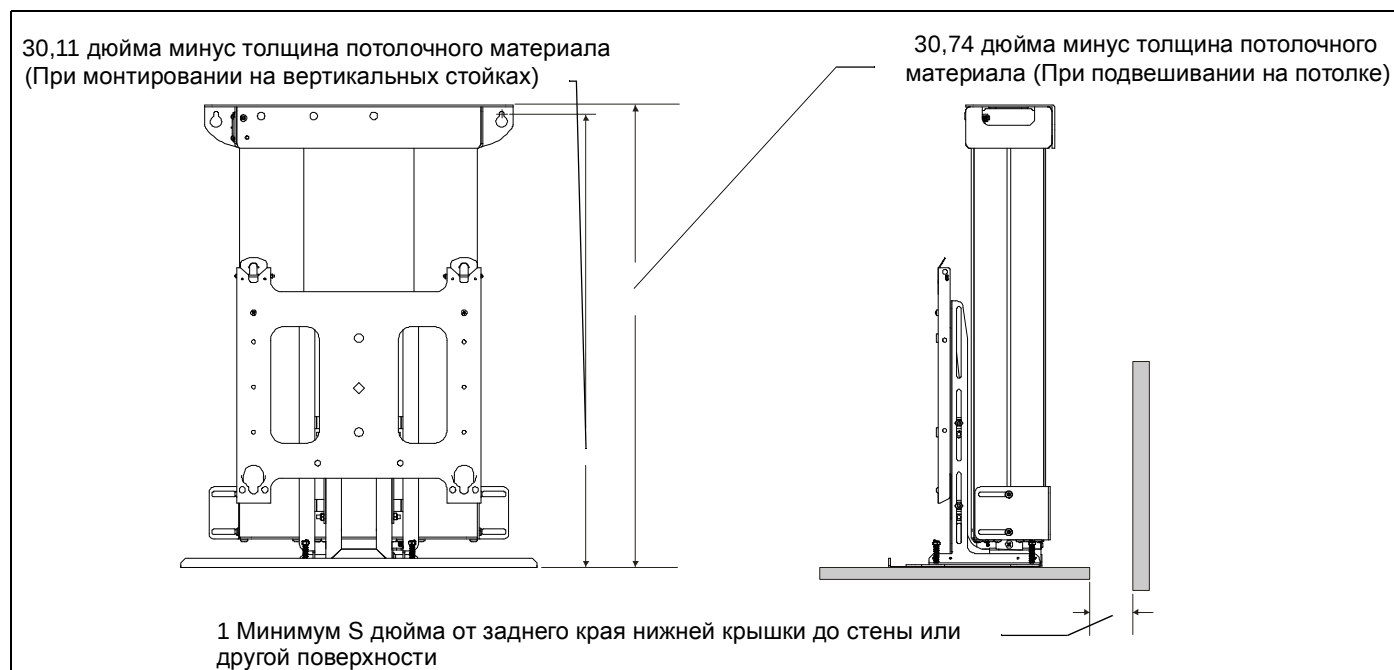
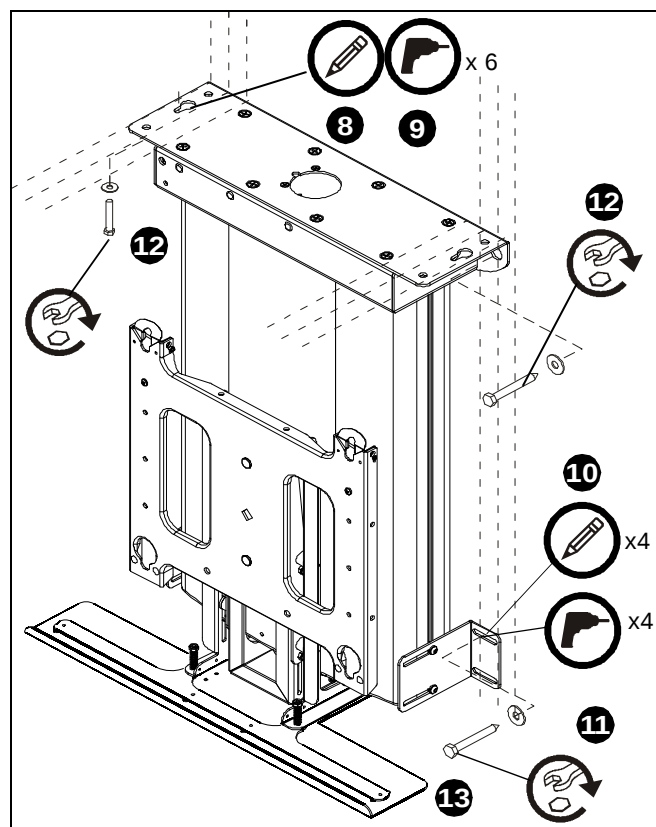

рис. 15
рис. 16
4. Выровняйте положение кронштейна по вертикали и горизонтали. (см. рис. 15)
5. Ослабьте четыре винта, закрепляющих боковые монтажные кронштейны на кронштейне, и отрегулируйте положение боковых монтажных кронштейнов, чтобы они были правильно расположены по отношению к стойкам. (см. рис. 16)
7. При использовании размеров, указанных на рис. 15, отметьте расположения монтажных отверстий опорной панели. (см. рис. 16)
9. Отметьте расположение четырех монтажных отверстий боковых кронштейнов (если используются). (см. рис. 16)
11. Закрепите опорную панель на структуре с использованием двух (при монтаже в стене) или шести (при монтаже на потолке) плоских шайб 5/16" и двух или шести болтов 5/16" x 2 1/2". (см. рис. 16)
12. Закрепите боковые кронштейны (если используются) на стойках с использованием четырех плоских шайб 5/16" и четырех болтов 5/16" x 2 1/2". (см. рис. 16)